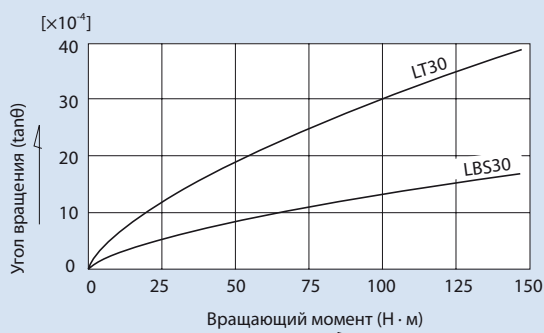

Рис. 1 Сравнение LBS и LT по нулевому зазору
Точность шлицевого вала с шариковой гайкой имеет три степени: нормальная точность (символ отсутствует), высокая точность (H) и очень высокая точность (P), в соответствии с с точностью движения шариковой гайки относительно стержня шлицевого вала. Рис. 1 показывает детали измерения.